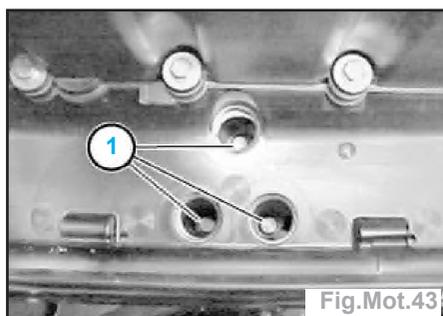

Fig.Mot.43
- Déposer les vis (1) (Fig.Mot.43).
- appliquer de la pâte à base de cuivre CRC sur le filetage des vis (1) (Fig.Mot.43),
**Attention** : pour éviter d'endommager le filetage et de provoquer une fuite sur le turbocompresseur, il faut serrer les vis (1) simultanément de **1/2 tour** (Fig.Mot.43).